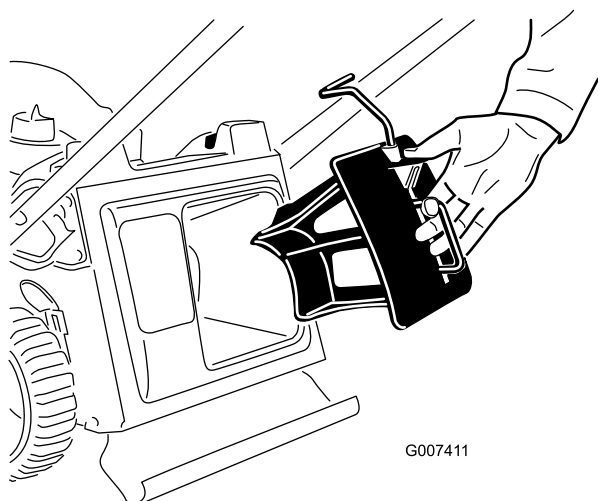

Figura 8
1. Introduzca el tapón de mulching en la máquina, si no está instalado ya (Figura 8).